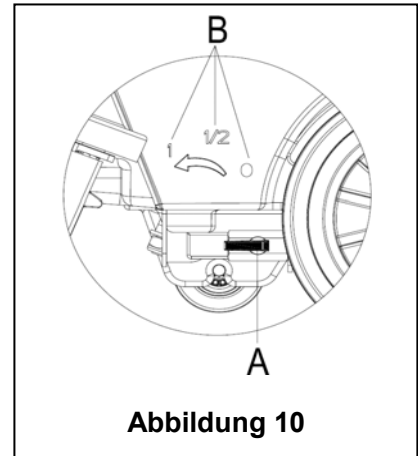

Abbildung 10
Die Regulierung des Kugelventilhebels (A, Abbildung 10) darf nur durchgeführt werden, wenn der Netzschalter (41) auf der Position "0" steht.
- Die Wasserdurchflussmenge kann durch den Kugelventilhebel (A, Abbildung 10), entsprechend der Wassermenge, angepasst werden, die zum Scheuern erforderlich ist.